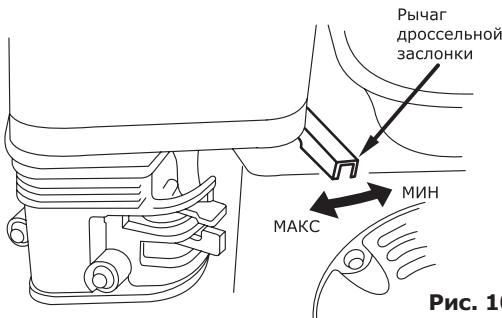

Рис. 10
- Поставьте рычаг дроссельной заслонки на 1/3 хода в сторону положения «МАКС» (рис. 10).
- По мере прогрева двигателя постепенно передвигайте рычаг воздушной заслонки в положение «Открыто». Число оборотов двигателя и соответственно производительность двигателя регулируются изменением положения рычага дроссельной заслонки (рис. 10).